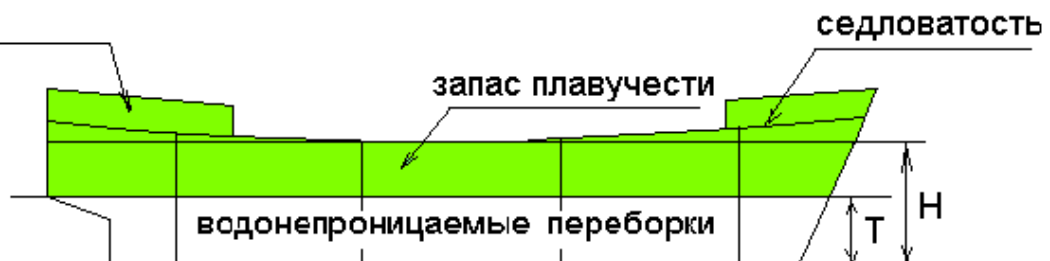

Рис.20 Непотопляемость судна
7. **Непотопляемость** (рис.20) – способность судна после затопления части судовых помещений сохранять плавучесть, остойчивость и частично другие качества.